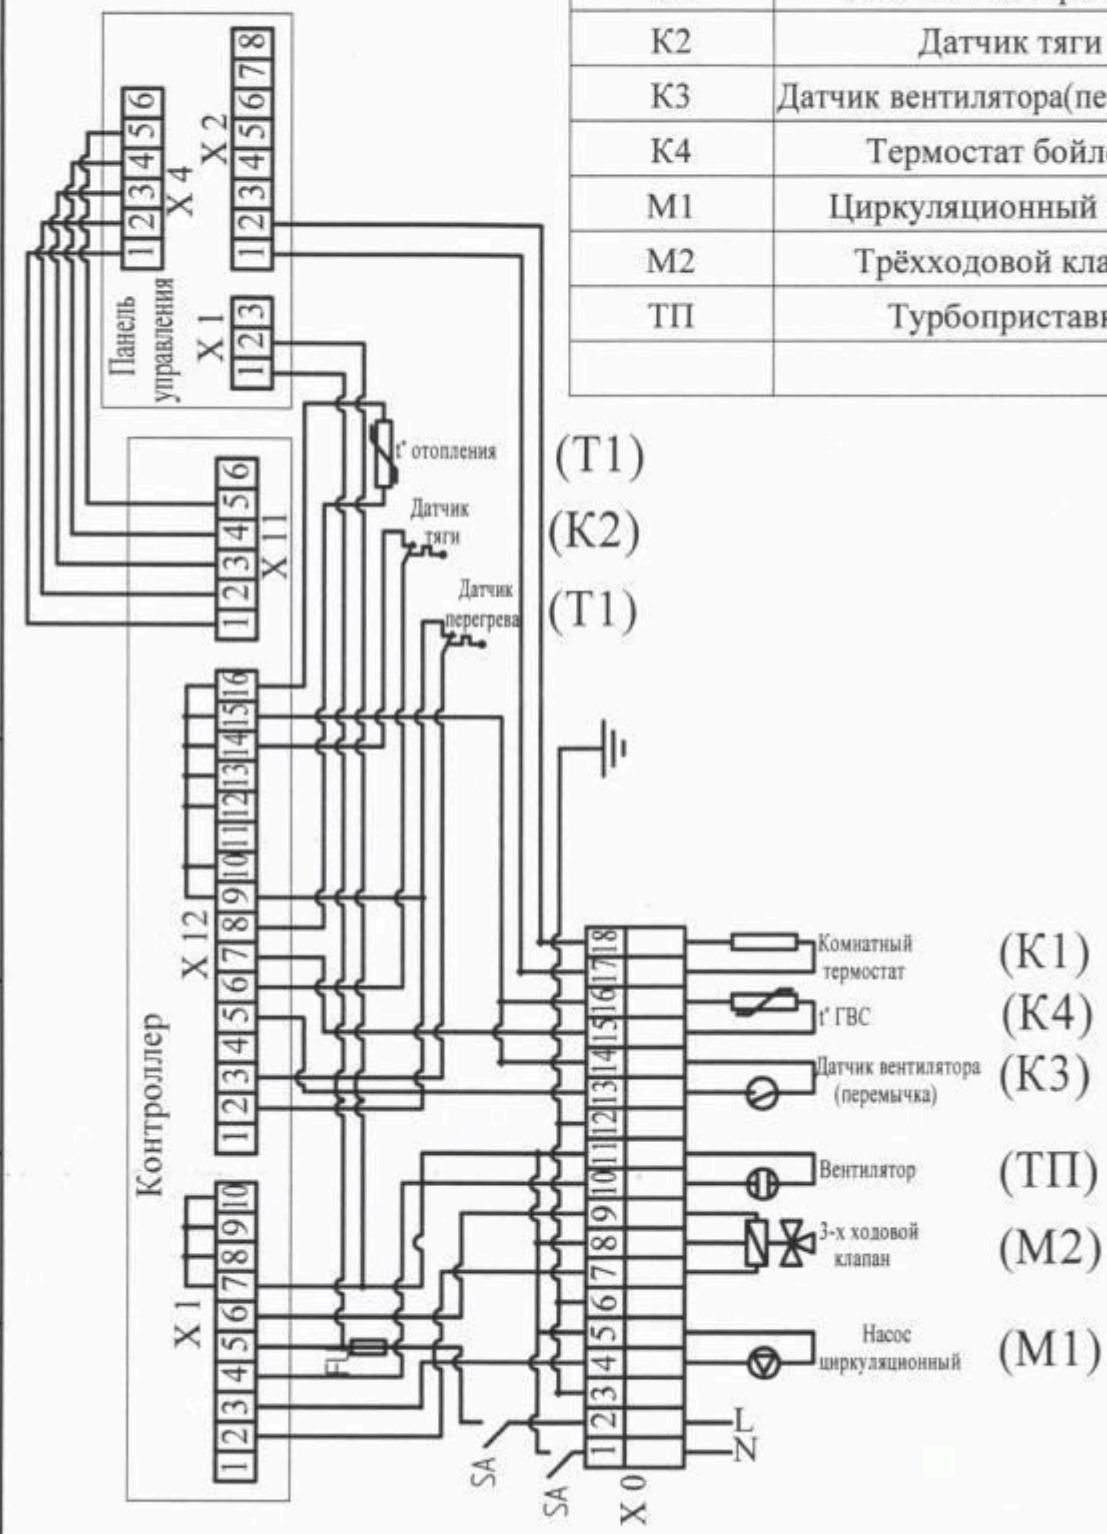

Рис. 7. Схема электрических соединений.
- Выполнить подключение дополнительных внешних приборов согласно схеме рис. 7 (если они были заказаны для имеющегося исполнения котла или предусмотрены проектом).
- произвести подключение циркуляционного насоса к контактам клеммной колодки (M1), как указано на рис. 7;
- снять перемычку с контактов 17, 18 клеммной колодки рис. 7;
- произвести подключение комнатного термостата (программируемого комнатного термостата) K1, в соответствии с инструкцией по его эксплуатации, как указано на рис. 7;
- произвести подключение контактов бойлера косвенного нагрева к контактам датчика температуры K 4, как указано на схеме рис. 7;
- установить в систему отопления трехходовой клапан VC6613 (MQ 6000/U) согласно электрической схеме рис. 7 и схеме системы отопления рис. 4 а.